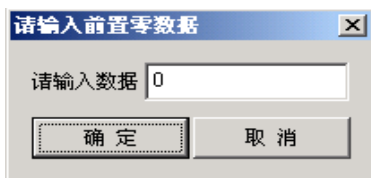

图 1-13 前置零参数设置对话框
- 9、前置零：将波形前面多少个点置零，前置零的位置应在桩头之前。可以直接在编辑框中输入，如图 1-13 所示。也可以在图形区中用鼠标设置。需要注意的是，每次设置的前置零点数是从原始波形第一个点算起，相互之间没有关系，且用户看到的波形是先前置零后滤波后的波形。